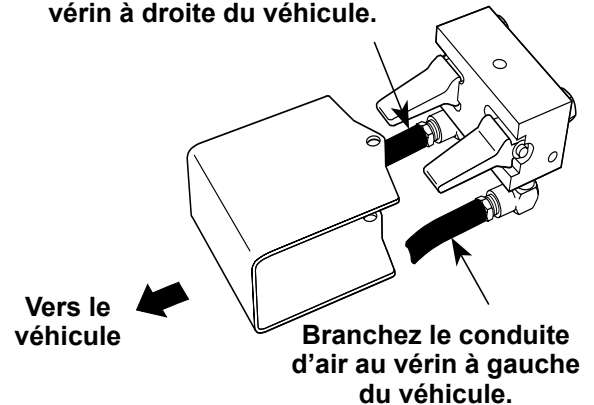

Figure 5
7. Placez-vous devant ou derrière le véhicule pour voir les deux vérins. Face au véhicule, tenez l'unité de commande pneumatique en dirigeant les leviers vers le véhicule lorsque les raccords rapides sont sous l'unité. Se reporter à la figure 5.
5. Branchez le conduit d'air relié au vérin à votre droite à la droite de l'unité de commande. Branchez le conduit d'air relié au vérin à votre gauche à la gauche de l'unité de commande. Se reporter à la figure 5.